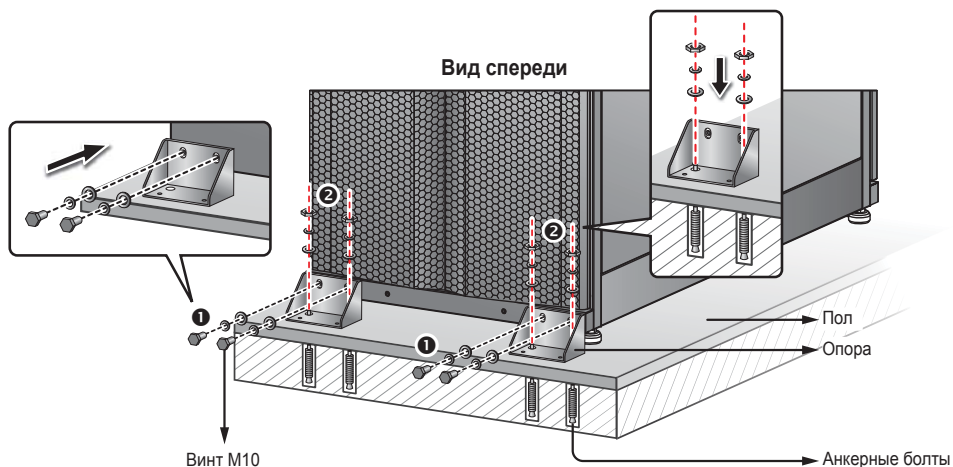

Рис. 5-2. Установка опор спереди
- 3) Торцевым ключом на 16 мм отверните 4 винта М10 ❶ и снимите с поддона две опоры, фиксировавшие ИБП при транспортировке. Прикрепите две опоры этими винтами к ИБП спереди. Для фиксации ИБП прикрепите опоры к полу анкерными болтами ❷ с гайками. Анкерные болты приобретаются отдельно. См. **Рис. 5-2**.